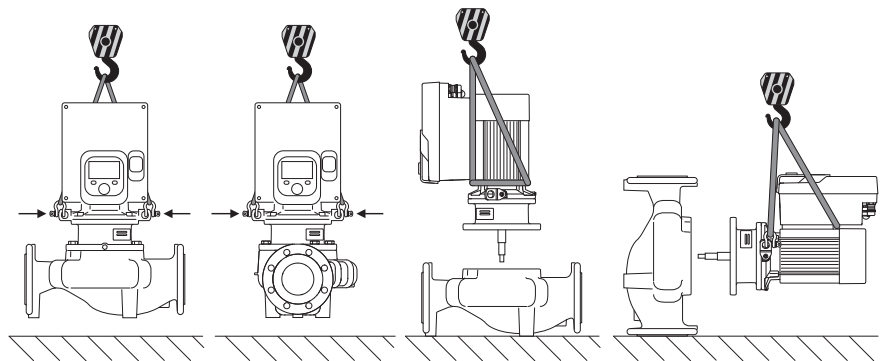

Fig. 6: Hijsrichting enkelpomp
Het transport van de pomp moet met goedgekeurd hijswerktuigen (takel, kraan etc.) worden uitgevoerd. Deze moeten worden bevestigd aan de transportogen op de motorflens. Schuif, indien nodig, hijslussen onder de adapterplaat (Fig. 6/7). Beveilig de pomp tegen wegglijden.
1. Laat 2 transportogen (Fig. I, pos. 30) op de motorflens zitten.
2. Bevestig de insteekset (Fig. 4) ter beveiliging met geschikte hijsmiddelen aan de transportogen. Leg een riemlus overeenkomstig Fig. 6 om de motor en adapter van de elektronicamodule om te voorkomen dat de eenheid kantelt. Voorkom dat de elektronicamodule wordt beschadigd bij het bevestigen.
3. Draai de schroeven (Fig. I/II, pos. 29) los en verwijder deze.